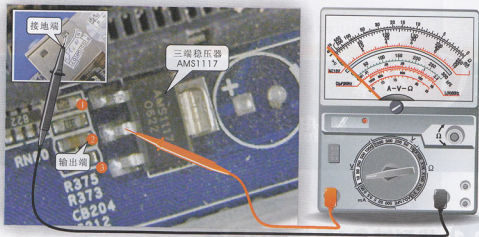

图18-13 三端稳压器输出端电压值的检测
(1) 检测三端稳压器输出端是否有电压值。如图 18-13 所示，将万用量程旋钮置于直流 10V 挡，黑表笔接地，红表笔搭在三端稳压器的输出端引脚上，观察万用表读数。